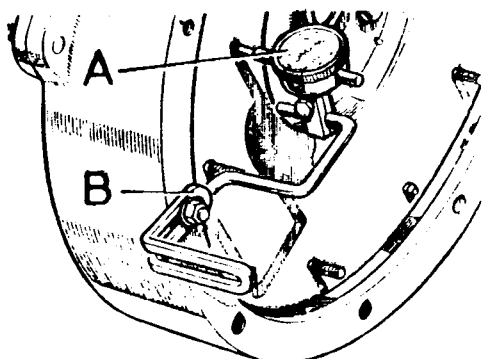

Fig. A3-79 Comprobación del alabeo del volante
- 2.3. Comprobar el alabeo del volante haciendo uso de un comparador de reloj, A - - (Fig. A3-79), instalado en su soporte, B, referencia 530106. Dicho alabeo no puede ser superior a 0,05 mm.